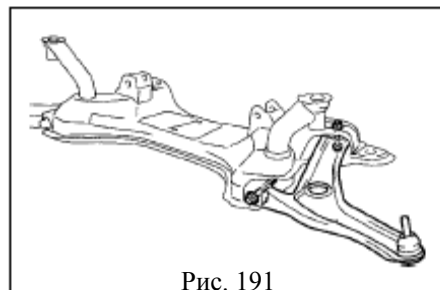

Рис. 191
13. Наживите болты крепления переднего левого нижнего рычага для фиксации его на балке переднего моста(рис. 191)